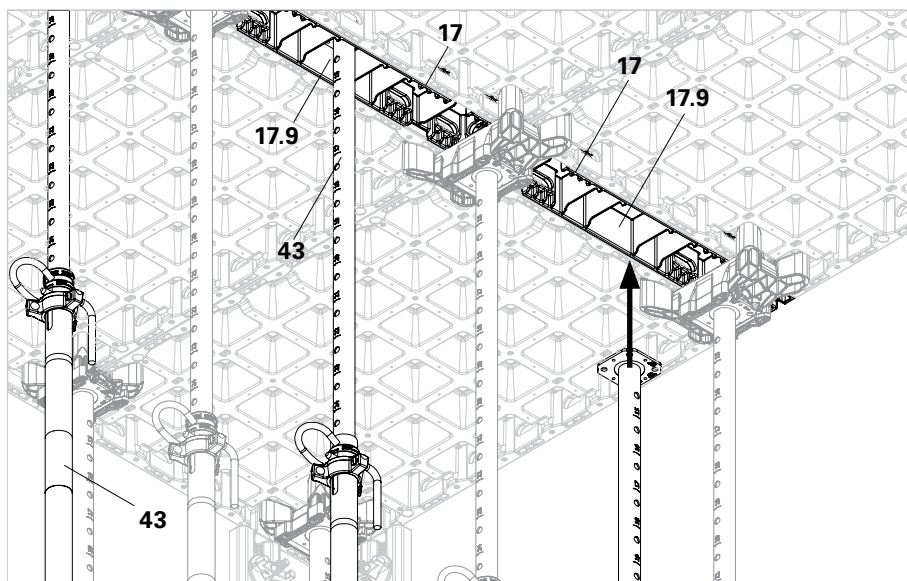

Fig. D5.02
2. Posizionare due puntelli per solai senza testa d'appoggio (43) negli appositi alloggi (17.9) al centro di 2 pannelli di compensazione adiacenti (17). (Fig. D5.02)